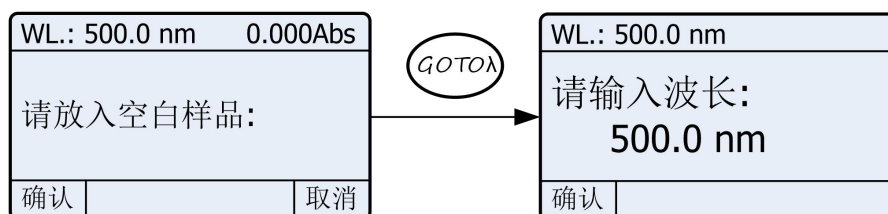

图 4-9
- 2) 设置波长。  进入设置波长，、 键输入波长值， (左) 走到设定的波长值 (图 4-9)；